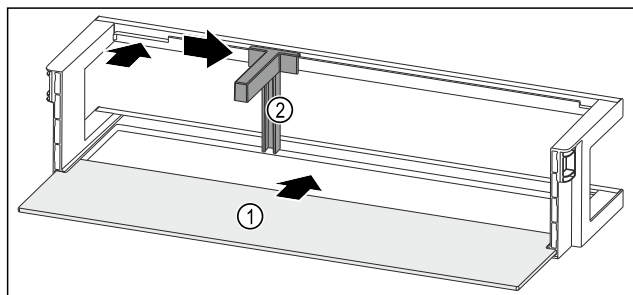

Fig. 226 Rafti i derës me raft mbajtës
- Futni raftin mbajtës Fig. 226 (1) në foletë anësore.
- Vendosni mbajtësen e shisheve Fig. 226 (2) te foletja.
- Shtyni anash mbajtësen e shisheve Fig. 226 (2) në pozicionin që dëshironi.